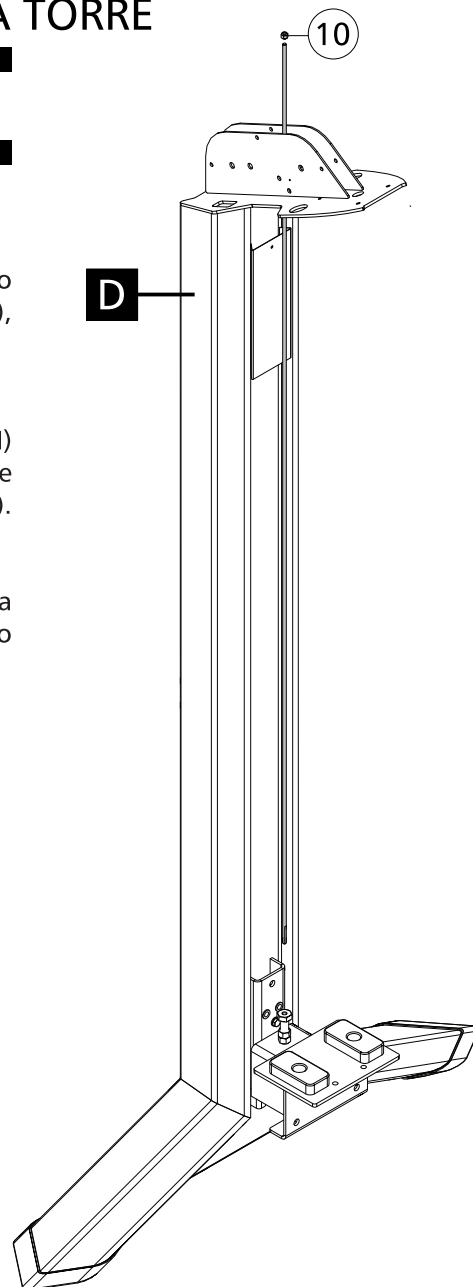

Figura 6-1
1 - Passe a haste guia do peso fracionado (I) pelo furo localizado na parte superior da torre (D), conformedetalhemostradonafigura. (Figura 6-1).